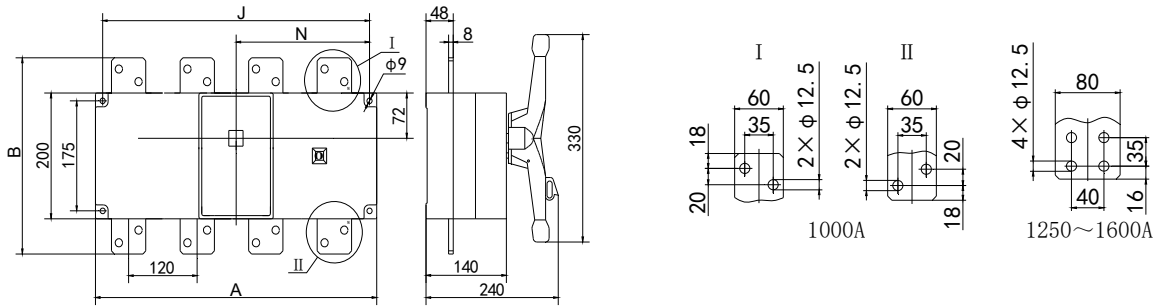

图12 DMV1000~1600CI/3.4
4. DMV1000~1600CI/3.4外型与安装尺寸见图12~14及表4。